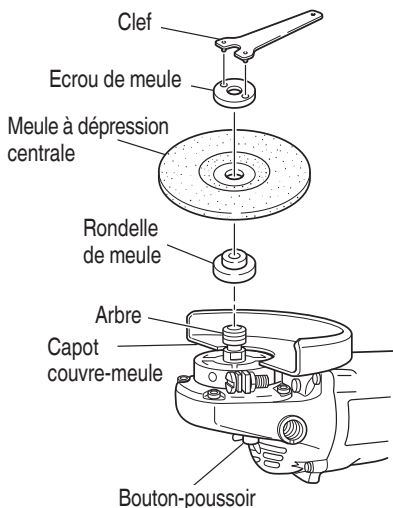

Fig. 4
S'assurer que la bouton-poussoir n'est pas engagée appuyant dessus deux ou trois fois avant de mettre la meuleuse à disque en marche. (Fig. 4)
- (1) Mettre la meuleuse à disque à l'envers de façon que l'arbre soit dirigé vers le haut.
- (2) Aligner l'entaille de forme ovale de la rondelle de meule avec l'encoche de l'arbre, puis les attacher.
- (3) Positionner la protubérance de la meule à dépression centrale sur la rondelle de meule.
- (4) Visser l'écrou de meule sur l'arbre.
- (5) Tout en poussant sur la bouton-poussoir avec une main, verrouiller l'arbre en tournant doucement la meule à dépression centrale avec l'autre main. Serrer l'écrou de meule en utilisant la clef fournie comme montré sur la Fig. 4.